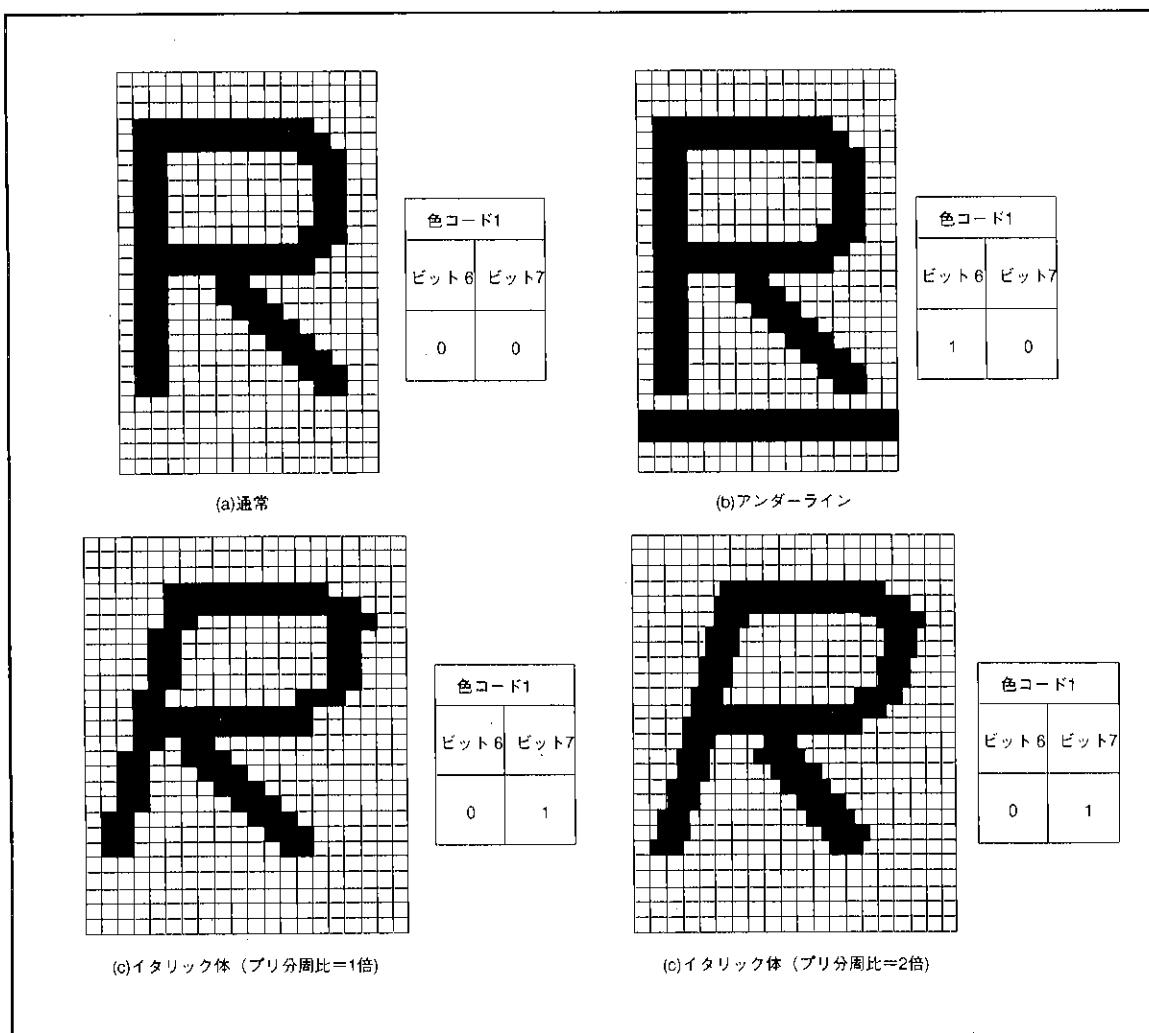

図68. アトリビュート表示例 (CCモード時)
2. ブリ分周比が1倍のブロックは1ドット×5段階の傾斜をもつイタリック体となります(図68の(c)参照)。ブリ分周比が2倍のブロックは1/2ドット×10段階の傾斜をもつイタリック体となります(図68の(d)参照)。